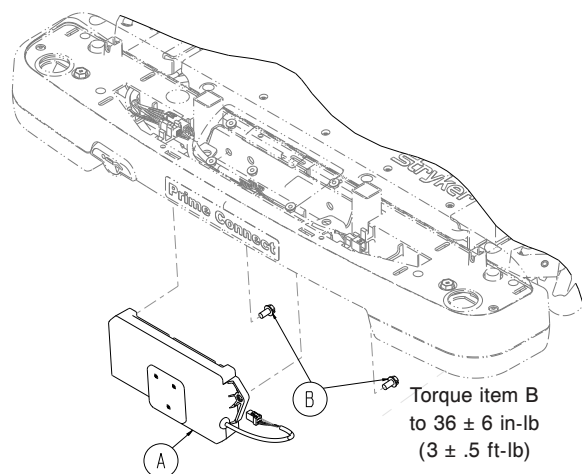

Figure 51 – Module sans fil
13. À l'aide d'une clé mixte de 3/8 po, retirer les deux vis à métaux à tête hexagonale à embase (B) qui fixent le module sans fil (A) au châssis du plan de couchage (Figure 51). Jeter les vis à métaux à tête hexagonale à embase.